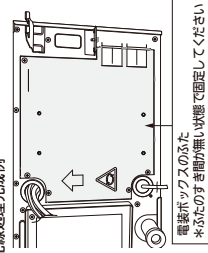

図 18
- 別売品の配線を電装ボックスへ引き込む際、配線が重なることふたを締め付けた後、すき間が出来るので重ねないようにしてください。（図 18）